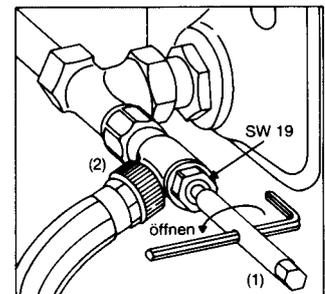

Bild 6
- 3.4 Entleerungs- und Füllwerkzeug (2) auf die „Combi 4/3“ Verschraubung aufschrauben und $\frac{1}{2}$ “ Schlauch befestigen (Bild 6).
- 3.5 Entlüftungsschraube am Heizkörper öffnen. Sechskantschlüssel SW 10 (1) auf Entleerungs- und Füllwerkzeug (2) aufsetzen und durch Linksdrehen den Heizkörper entleeren (Bild 6).